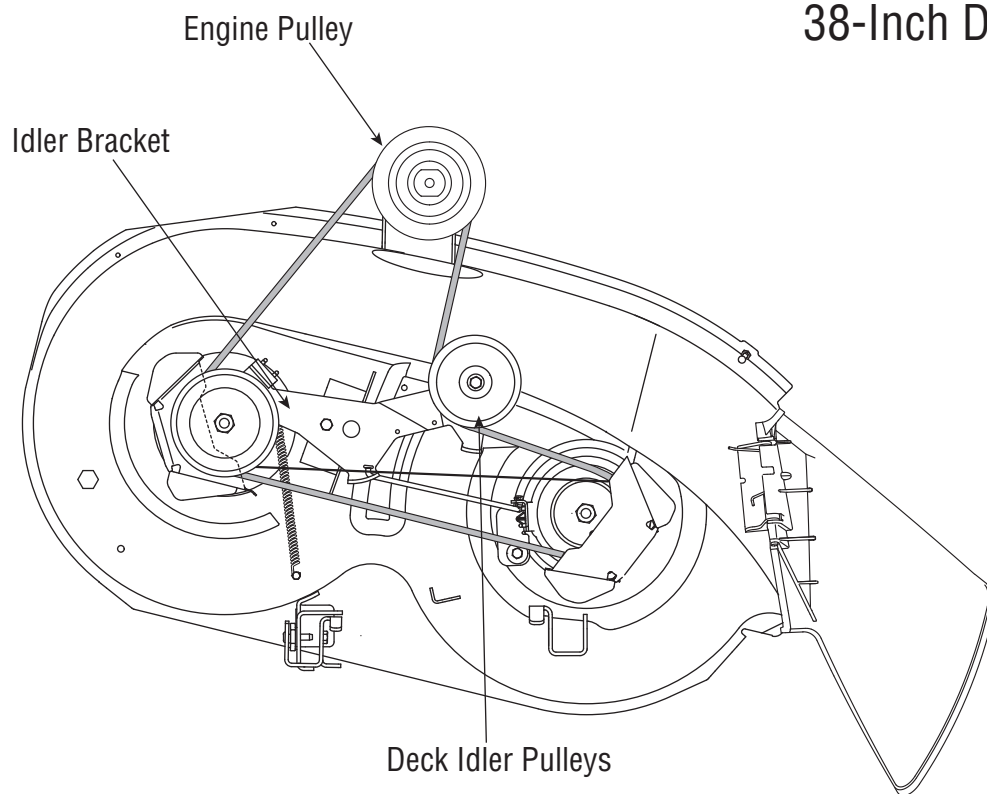

Figura 27
8. Inserte las nuevas correas según se muestra en la Figura 27 y en la Figura 28.